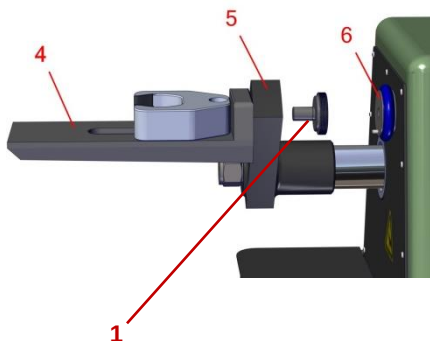
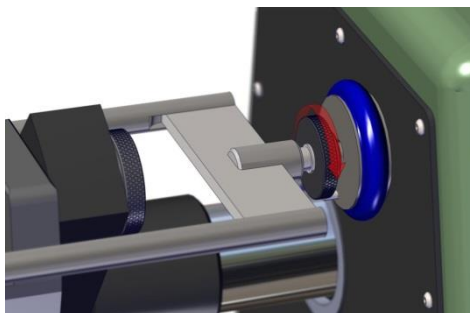

Figura 5.2.2
Figura 5.2.5
2. Far scorrere delicatamente il mozzo filettato della base dell'accessorio di trazione sul braccio di serraggio mobile (Figura 5.2.2, particolare 5) dell'apparecchiatura per testare la resistenza. Riposizionare la vite zigrinata e stringere a mano la base di trazione a freddo sul braccio di serraggio mobile (Figura 5.2.2 e Figura 5.2.3).
4. Regolare il dado zigrinato del ponte (Figura 5.2.1, particolare 3) fino a quando la superficie piatta del dado del ponte che sta di fronte al supporto-morsa fisso (Figura 5.2.2, particolare 6) si trova a circa 1/32" (0,078 mm) dalla superficie del supporto-morsa fisso (vedi Figura 5.2.5).